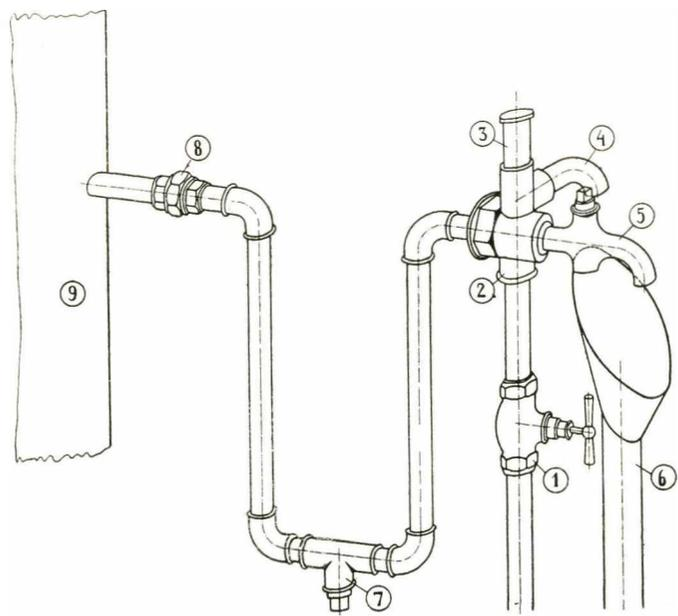

Fig. 16
g) SOUPAPES COMBINÉES MUNIES DE ROBINET DE VIDANGE Ces soupapes ont l'avantage de contenir la soupape de sûreté et de refoulement et le robinet de vidange dans une seule carcasse ce qui facilite le montage. Pourtant pour remplir les conditions indiquées au paragraphe *d*) on raccordera cette soupape combinée au chauffe-eau en intercalant un tube coudé en forme d'U d'une trentaine de centimètres de hauteur. La partie la plus basse de ce coude contiendra un raccord de vidange avec bouchon voir fig 16)